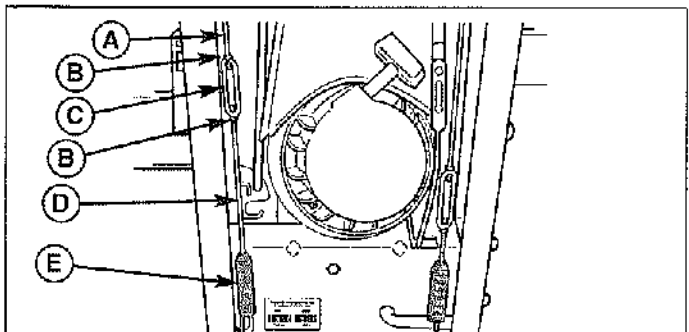

Figure 16. Réglage de la tension de la commande de traction (Modèles à guidon en profilé)
1. Lorsque le levier de commande est engagé, l'extrémité basse de la tringle inférieure (D, Figure 16) doit être à ras de la base du ressort (E).
2. Pour régler la tension, desserrer les deux écrous (B) et tenir la tringle inférieure pour l'empêcher de tourner. Faire tourner le tendeur (C) vers la droite pour abaisser la tige inférieure ou vers la gauche pour la relever.